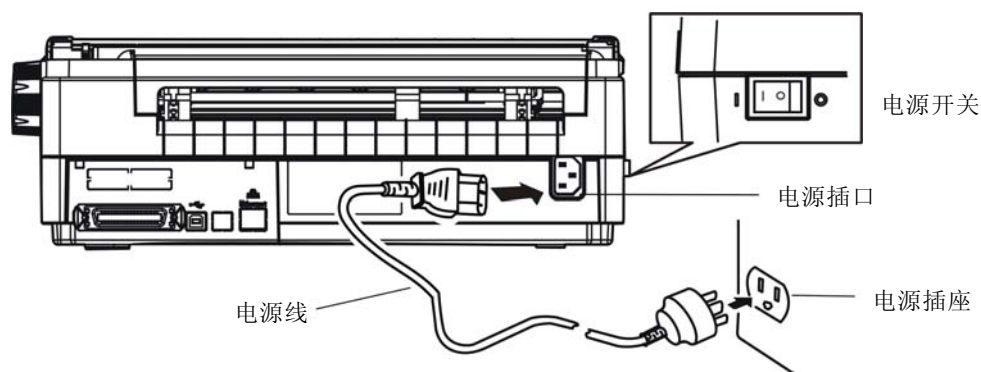

图 1-7 关闭打印机电源
3. 将电源线的一端插进打印机的电源插口（如图1-7所示）。